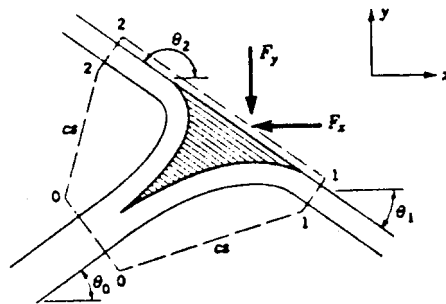

Figura P3.17.
3.17 Para o divisor de caudal da figura P3.17, calcule as componentes x e y da força que nele se exerce.